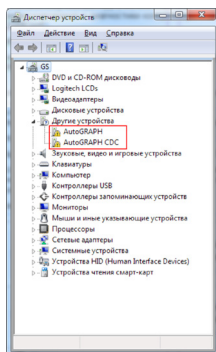

Рис.1.
**1.** Подключите контроллер «АвтоГРАФ-GSM/SL» с ПК, используя интерфейсный кабель USB AM – USB microB 5 pin. Система автоматически найдет новое оборудование (Рис.1). Для корректной работы контроллера с сервисно-диагностическими, диспетчерскими и конфигурационными программами необходимо установить драйверы устройств AutoGRAPH и AutoGRAPH CDC.